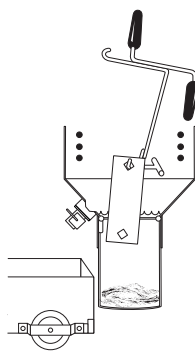

Ilustración 7
8. Usando guantes de seguridad, retire la placa calefactora de la freidora (Ilustración 7).